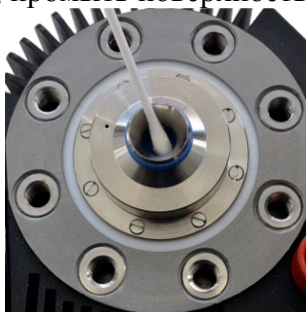

Рисунок 35
- ♦ ватным тампоном, смоченным в изопропиловом спирте (в комплект поставки не входит), осторожно, не прилагая усилий, промыть поверхность зеркала (Рисунок 35).